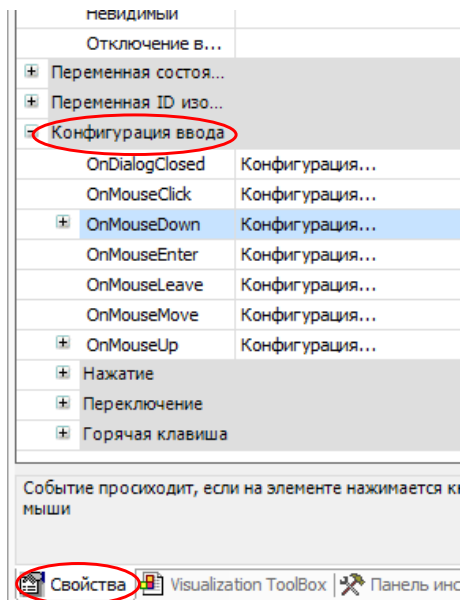

Рис. 54. Выбор свойства OnMouseDown
1. Выделив кнопку **ПУСК**, следует выбрать в ее свойствах **OnMouseDown** (нажатие кнопки мыши) (рис. 54).